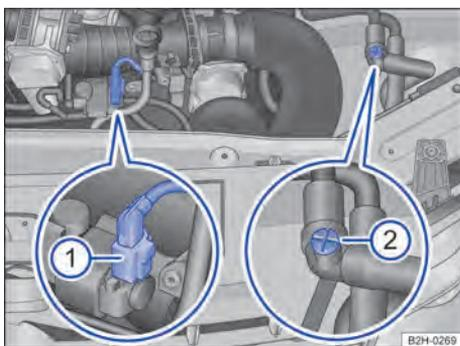

Fig. 174 En el compartimento del motor: conector ① y válvula de purga manual ②.
- ① Abra el capó delantero  → Página 200.
- ② Extraiga la cubierta del motor hacia arriba y deposítela convenientemente en algún lugar.
- ③ Abra el depósito del líquido refrigerante del motor → Página 208.
- ④ Gire la válvula de purga manual unas tres vueltas en el sentido contrario al de las agujas del reloj → Fig. 174 ②.
- ⑤ Durante el llenado del sistema de refrigeración del motor, observe la válvula de purga y ciérrela si sale líquido refrigerante por la misma.
- ⑥ Desacople el conector situado junto a la varilla de medición del nivel de aceite y fíjelo convenientemente → Fig. 174 ①. No vuelva a acoplar el conector hasta que no acuda a un taller especializado.
- ⑦ Llene el sistema de refrigeración del motor hasta el borde superior del depósito del líquido refrigerante, hasta que el nivel del líquido deje de descender.
- ⑧ Espere aprox. 5 minutos.
- ⑨ Ponga el motor en marcha y, en función del equipamiento, ajuste el regulador de la calefacción o el climatizador a la temperatura máxima.
- ⑩ Con el vehículo detenido, aumente el régimen del motor hasta las 2500 rpm y manténgalo durante aprox. 2 minutos.
- ⑪ Apague el motor.
- ⑫ Espere aprox. 2 minutos y, a continuación, vuelva a llenar el sistema de refrigeración del motor